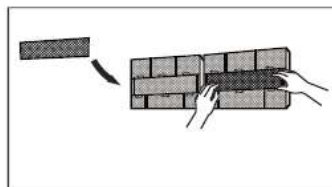

fig. 19 -
4. Wyjąć filtr oczyszczający powietrze znajdujący się z tyłu filtra głównego ("fig. 19 -") i wyczyścić go odkurzaczem.